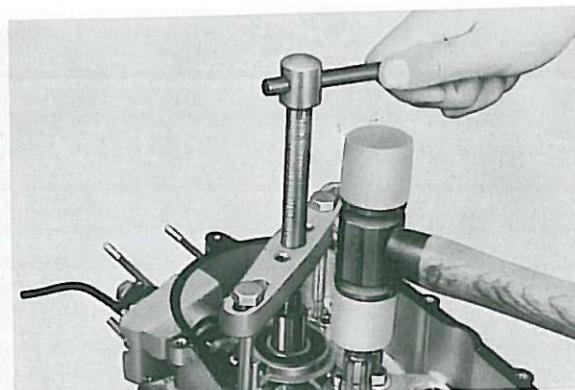

Fig. 3-2-12
- As pressure is applied, alternately tap on the front engine mounting boss and the transmission shaft. (Fig. 3-2-12)
- Tout en serrant la vis de pression, taper alternativement sur le bossage prévu à l'avant du moteur pour le montage et sur les arbres de transmission. (Fig. 3-2-12)
- Bei ausgeübtem Druck nun abwechselnd vorne auf die Motorbefestigung und die Getriebewellen schlagen. (Fig. 3-2-12)